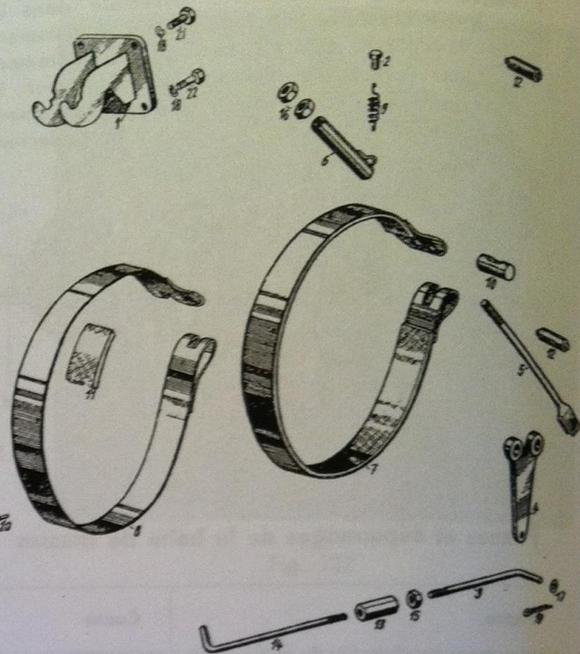

Fig. 132
1. Retirer la goupille fendue hors du tirant de commande (fig. 132/14) et retirer cette tirant hors du moyeu de frein.
3. Dégager le patte d'attache du ruban par dévissage des quatre vis M 10×25 (fig. 132/21, 22).
4. Expulser l'axe arrière (fig. 132/12) du levier de commande de frein hors de la patte d'attache du ruban.
6. Dévisser les écrous desserrés M 12 (fig. 132/16) de la vis de réglage et retirer le ressort (fig. 132/9).
7. Expulser l'axe avant du levier (fig. 132/12).
9. Pour terminer, retirer du carter du pont arrière les leviers de frein (fig. 132/4).